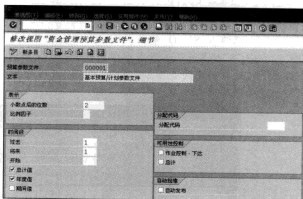

图 5-182 参数文件细节修改界面
STEP 2 双击某条参数文件，进入参数文件细节修改界面，如图 5-182 所示。在此界面中，可以设置参数文件的小数位数、可用性控制以及时间段等。